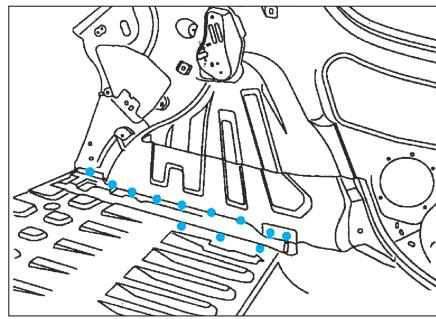

FIG. 155
- Souder par points bouchons au MIG et meuler (Fig.155),